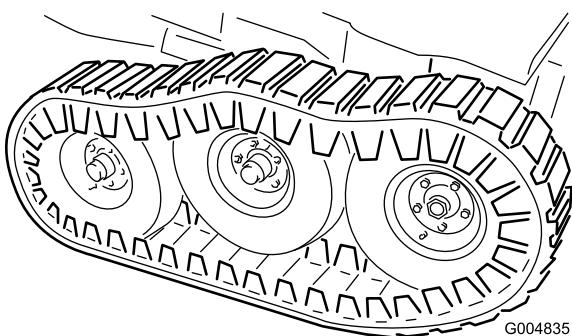

Figure 54
26. Abaissez le cric jusqu'à ce que les roues avant supportent le cadre. Montez les rondelles plates (1/2 po) et les contre-écrous sur le goujon de pivot de bogie (Figure 54) et serrez à 102 N·m.